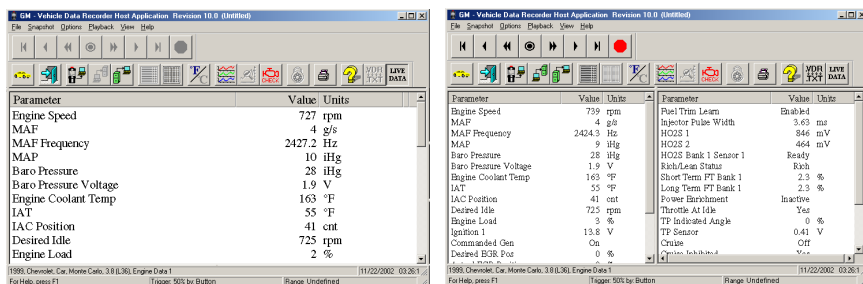

Figure 3.5 : affichage de données en direct, mode à colonne unique et mode à colonnes doubles
- pour afficher les lignes en une colonne, sélectionnez OPTIONS, SINGLE COLUMN dans le menu principal ou cliquez sur l'icône **Mode à colonne unique** (); voir la Figure 3.5;
- pour afficher les lignes en deux colonnes, sélectionnez OPTIONS, TWO COLUMN dans le menu principal ou cliquez sur l'icône **Mode à colonnes doubles** (); voir la Figure 3.5.